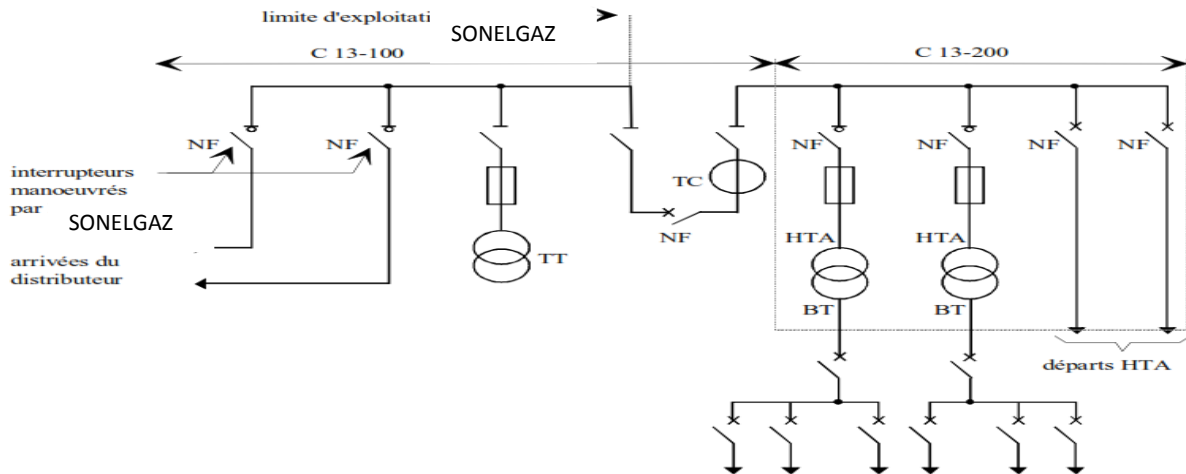

Figure 5 : exemple de poste de livraison HTA à comptage HT
■ exemple de schéma (voir fig. 5)